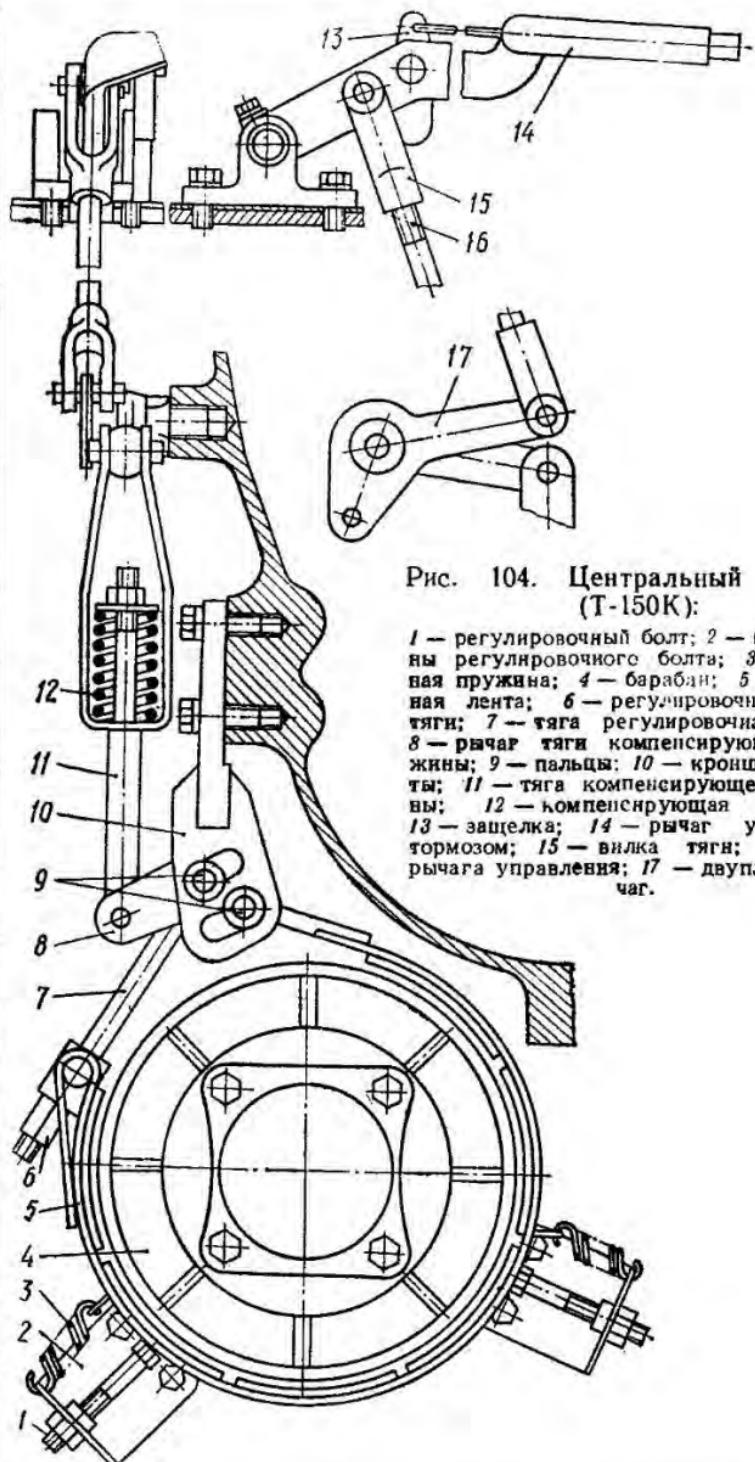

Рис. 104. Центральный тормоз (Т-150К):
**Центральный тормоз.** На валу привода к переднему мосту раздаточной коробки установлен ленточный тормоз плавающего типа (рис. 104). Правильно отрегулированный тормоз должен надежно удерживать трактор на подъеме или спуске с уклоном до  $25^{\circ}$  при перемещении рычага управления вверх на 3—4 зуба сектора кронштейна.